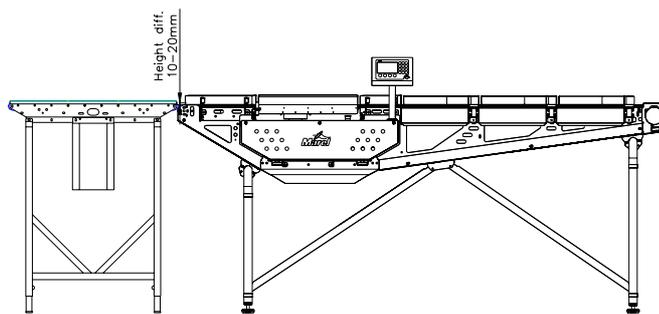
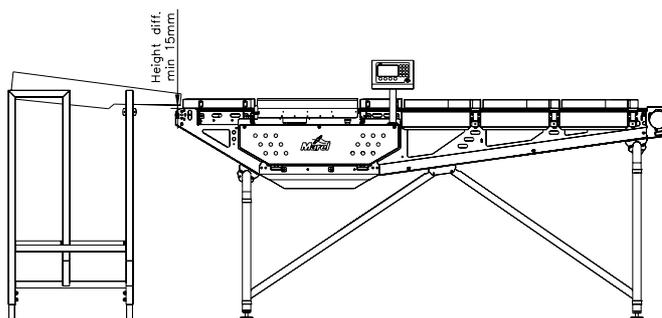

Рис. 6 Перепад высот между подающим транспортером и грейдером.
Рис. 7 Перепад высот между подающим накопителем и транспортером.
**9** Для правильной работы грейдера очень важно, чтобы любое дополнительное оборудование, как например подающий транспортер или лоток, располагается в одну линию с грейдером (см. Рис. 6 и Рис. 7):